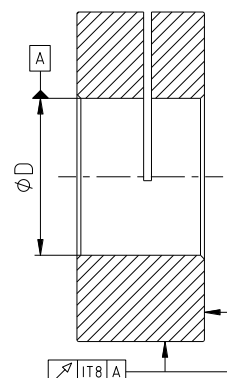

Fig. 4 : Concentricité et perpendicularité
- Si le client réalise l'alésage du moyeu de serrage, il faut qu'il respecte précisément concentricité et perpendicularité (fig. 4).